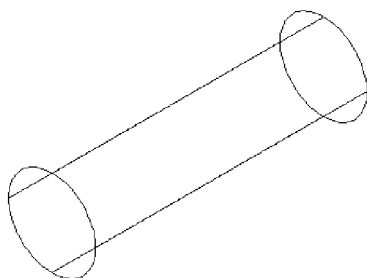

图 12-30 拉伸绘制的圆
5) 选择【常用】功能区 | 【视图】选项板 | 【西南等轴测】视图西南等轴测，观察拉伸后的效果，如图 12-30 所示。